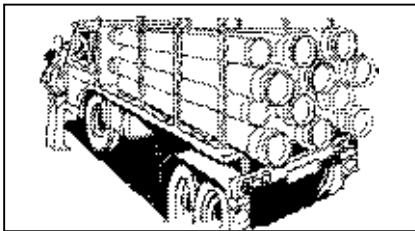

Рис. 7.
2. На дно кузова грузовика должны быть уложены подкладки, поддерживающие трубу по всей длине. Соблюдайте аккуратность при погрузке и разгрузке. Не поднимайте трубы за один конец и не сбрасывайте их с грузовика (Рис. 7).